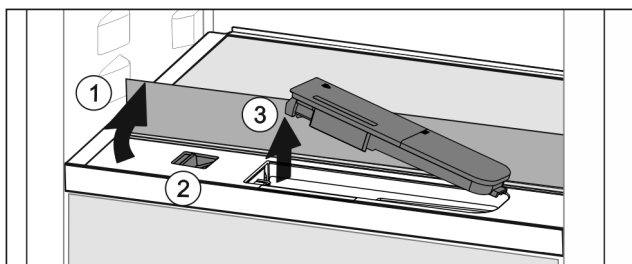

Fig. 104
- ▶ Løft glaspladen og klap den bagud til anslag Fig. 104 (1).
- ▶ Skyd skyderen Fig. 104 (2) mod venstre.
- ▶ Tag vandbeholderen Fig. 104 (3) ud.